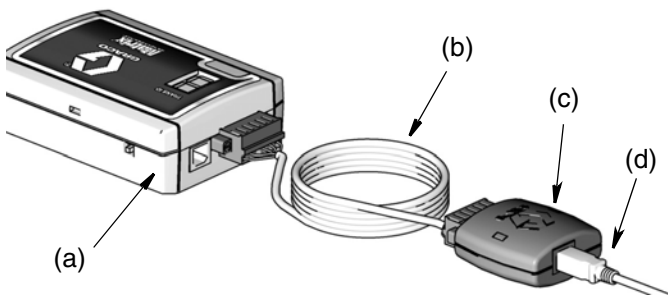

FIG. 8
RS422-omzetter (c) (FIG. 8) - voor aansluitingen over afstanden tot 1.219 m (4000 ft).
1. Aansluiting van de componenten: zendontvanger (a), RS422-kabel (b), RS422-omzetter (c) en USB-kabel (d) zoals in FIG. 8.